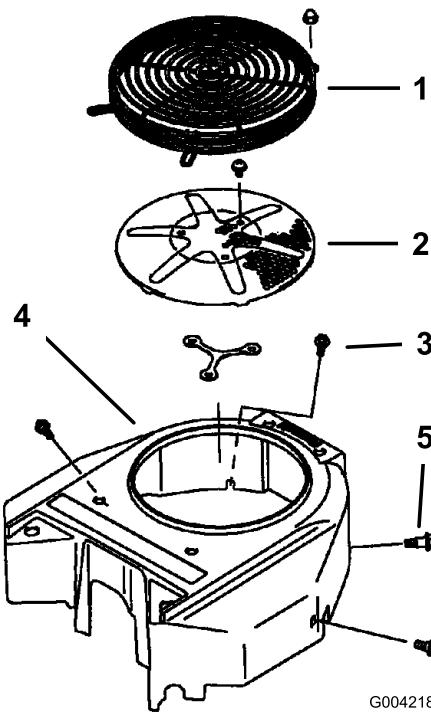

Figura 71
Antes de cada uso, retire cualquier acumulación de hierba, suciedad y otros residuos de la rejilla del motor. Esto ayudará a asegurar una refrigeración adecuada y una velocidad de motor correcta, y reducirá la posibilidad de sobrecalentamiento y daños mecánicos al motor (Figura 71).
3. Retire la rejilla de entrada de aire, el arrancador de retroceso y la carcasa del ventilador (Figura 71).
5. Instale la rejilla de entrada de aire, el arrancador de retroceso y la carcasa del ventilador (Figura 71).